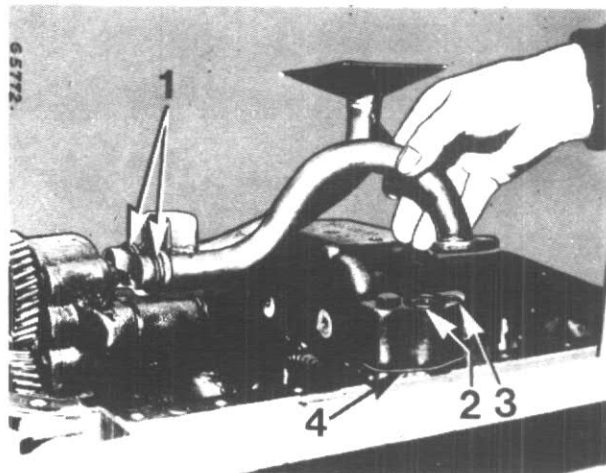

Figure 158
Mettez en place un joint torique neuf (4) fig. 158 dans la gorge en retrait sur la face de montage du boîtier de l'équilibreur.
Installez finalement le collecteur de graissage, fig. 158.